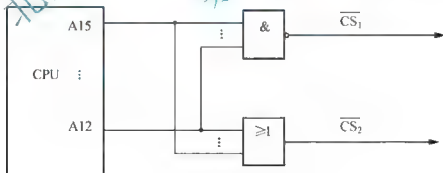

图 5.21 习题 8 图
- (1) 需要多少片 256KB SRAM 芯片?
- (2) 构成 2048KB 存储器需要多少地址线?
8. CPU 有 16 根地址线, 即 $A_{15} \sim A_0$, 计算图 5.21 所示的片选信号 $\overline{CS_1}$ 和 $\overline{CS_2}$ 指定的基地址范围。